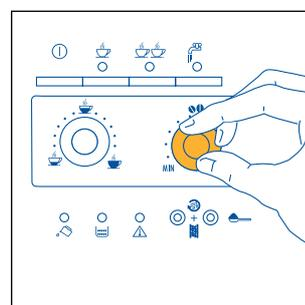
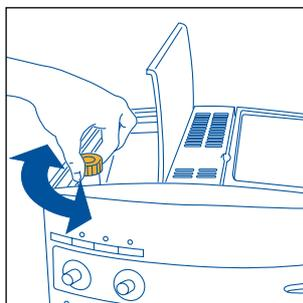

Fig.7
Fig. 17
- 2) Réglez le bouton de droite (fig. 7) pour programmer le goût désiré du café. Plus vous tournez dans le sens des aiguilles d'une montre et plus la quantité de grains à moulinde augmentera et donnera un café plus fort. Lors de la première utilisation, il faut procéder par tentatives et faire plusieurs cafés pour trouver la bonne position du bouton. Attention à ne pas trop tourner dans le sens des aiguilles d'une montre, le café risquerait de couler trop lentement (goutte à goutte) surtout si vous devez faire deux tasses de café.
NOTA 1: Si le café coule goutte à goutte ou s'il ne sort pas du tout, tournez le bouton de réglage de la mouture (fig. 17) d'un cran dans le sens des aiguilles d'une montre (voir § 6). Tournez d'un cran à la fois jusqu'à obtention d'un débit satisfaisant
NOTA 2: si le café coule trop vite et que la crème n'est pas satisfaisante, tournez légèrement le bouton de droite (fig.7) dans le sens des aiguilles d'une montre. Procédez par tentatives et faites plusieurs cafés pour trouver la bonne position du bouton. Attention à ne pas trop tourner dans le sens des aiguilles d'une montre, le café risquerait de couler trop lentement (goutte à goutte) surtout si vous devez faire deux tasses de café. Si, au bout de quelques cafés la crème obtenue n'est pas satisfaisante, tournez également le bouton de réglage de la mouture (fig.17) d'un cran en sens inverse des aiguilles d'une montre (voir § 6).
Pour résoudre ce problème, il faut régler le degré de mouture du moulin à café en tournant le bouton de réglage (fig.17) d'un cran en sens inverse des aiguilles d'une montre (voir chap. 6)
Le moulin à café ne doit pas être réglé, du moins au début, puisqu'il est préréglé en usine pour que le café coule correctement. Cependant, si après les premiers cafés le café coule trop vite ou trop lentement (goutte à goutte) vous devez régler le problème en agissant sur le bouton de réglage du degré de mouture (fig. 17). Pour obtenir une sortie plus rapide du café (sans gouttes) tournez le bouton d'un cran (égal à un chiffre) dans le sens des aiguilles d'une montre.